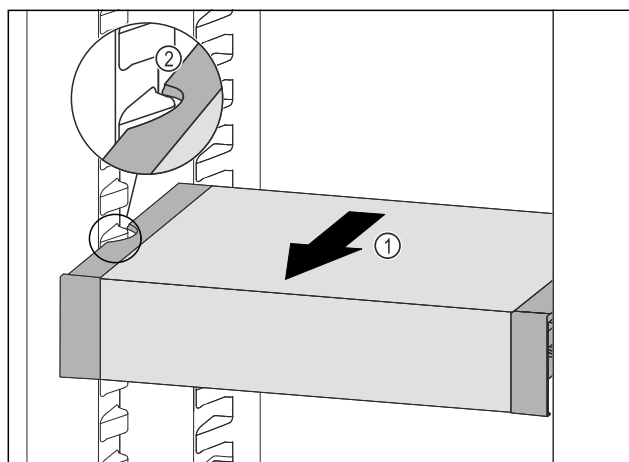

Fig. 92
- Изтеглете VarioSafe напред Fig. 92 (1), докато страничните прорези на VarioSafe се намират на височината на реброто на съда в хладилната част. Fig. 92 (2)